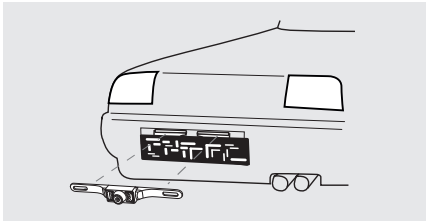
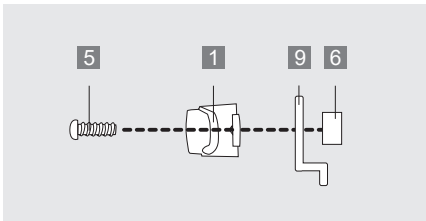

Bild 4
Bild 5
Führen Sie den Stecker des Kamerakabels (1) durch den Dichtring (8) in den Innenraum des Fahrzeugs bzw. Kofferraumdeckels. Montieren Sie die Kamera (1) mit einem gleichmäßigen Seitenabstand auf die Kamerahalterungen (9) (siehe Bild 4). Verwenden Sie zum Befestigen die beiden Schrauben (5) und die beiden Spannmutter (6) (siehe Bild 5). Stoppen Sie das Drehen der Spannmuttern, wenn Sie Widerstand spüren und die Kamera mit der Halterung fest verbunden ist. Achten Sie darauf, dass der Kabelausgang auf der Rückseite der Kamera immer nach oben zeigt, damit der maximale Schwenkbereich erhalten bleibt.